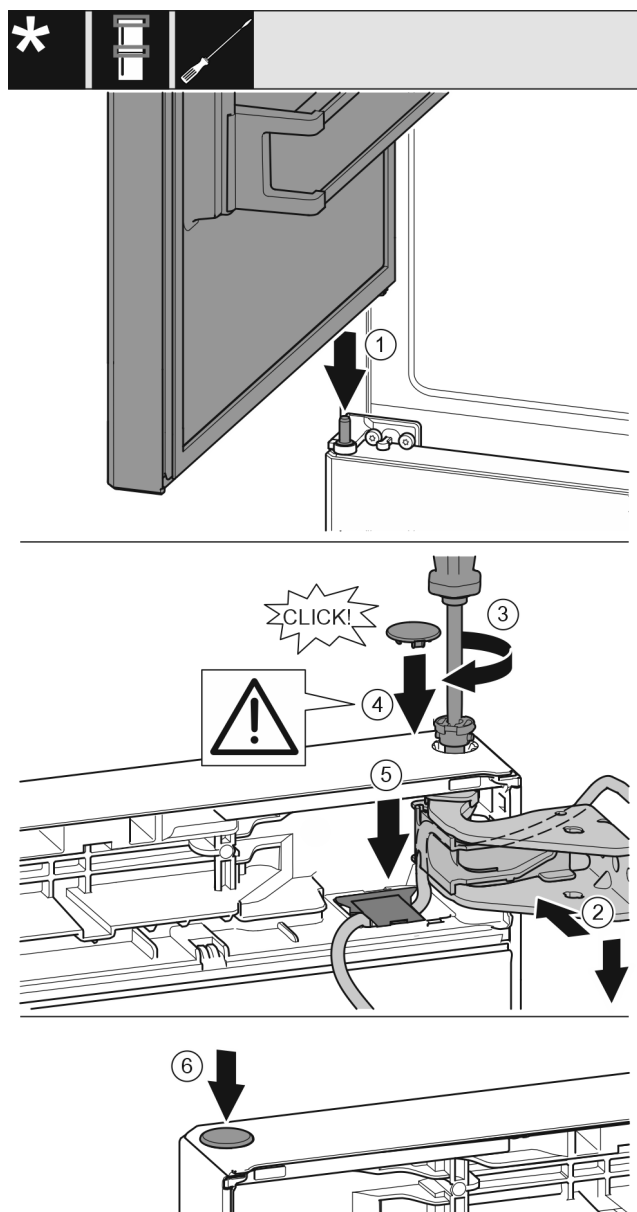

Fig. 40
- Horní dveře usadíte na prostředním ložiskovém čepu Fig. 40 (1)
- Dveře nahoře vyrovnejte s otvorem ve stojanu ložiska. Fig. 40 (2)
- Vložte čep a pevně jej utáhněte šroubovákem T15. Fig. 40 (3)
- K zajištění dveří namontujte bezpečnostní kryt: Bezpečnostní kryt nasadíte a zkontrolujete, zda přiléhá na dveře. V opačném případě čep zcela zasuňte. Fig. 40 (4)
- Vložte kryt a zatlačte jej směrem dolů, dokud nezacvakne. Fig. 40 (5)
- Vložte zátku. Fig. 40 (6)